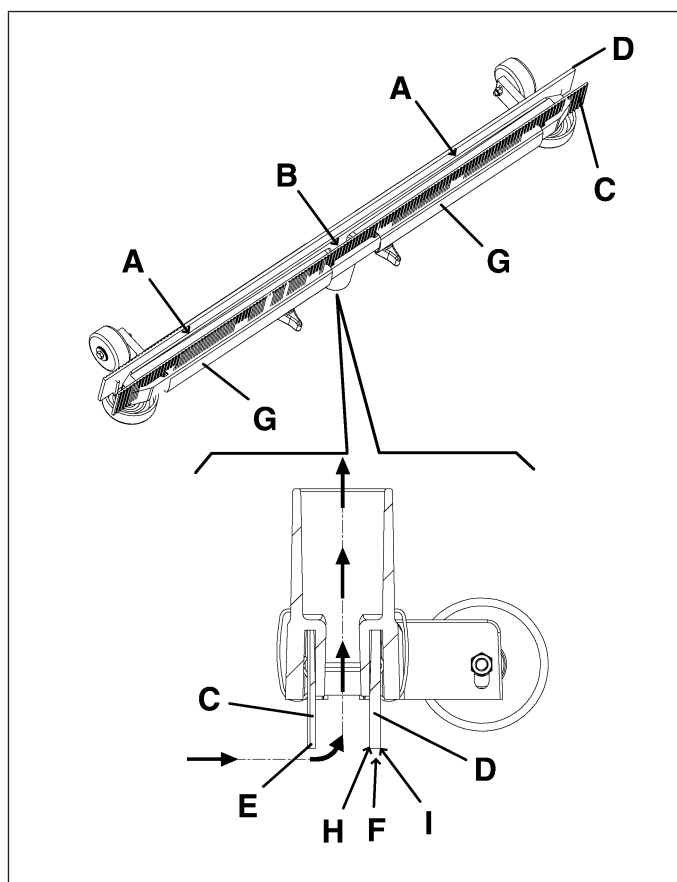

Figure 25
6. Contrôler que la lamelle en caoutchouc avant (C, Fig. 25) et la lamelle en caoutchouc arrière (D) ne sont pas usées et qu'elles ne présentent pas de coupures ou déchirures et, si besoin est, les remplacer (voir la procédure au paragraphe suivant).
2. Contrôler que le bord (E, Fig. 25) des lamelles en caoutchouc avant et le bord (F) de la lamelle en caoutchouc arrière se posent simultanément sur le plan, et en toute leur longueur ; en cas contraire, régler leur hauteur en procédant comme suit :
- régler la lamelle en caoutchouc avant (C, Fig. 25) et arrière (D) après avoir déposé les ressorts de fixation (G)
3. Contrôler que la lamelle en caoutchouc avant (C, Fig. 25) et la lamelle en caoutchouc arrière (D) ne sont pas usées et, si besoin est, les remplacer en procédant comme suit :
- remplacer la lamelle en caoutchouc après avoir déposé les ressorts de fixation (G, Fig. 25)
- Insérer à nouveau les ressorts de fixation (G, Fig. 25).